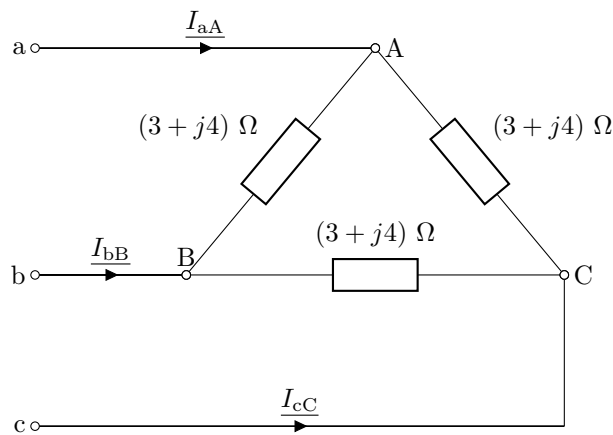

Figura 6.2: Circuito del problema 2.
2. En el circuito de la figura 6.2 y sabiendo que  $\underline{U}_{ab} = 400\angle 0^\circ$  V, halla: a) las demás tensiones compuestas; b) las corrientes de fase; c) las corrientes de línea que absorbe el circuito; d) representa todas las magnitudes en un diagrama fasorial.